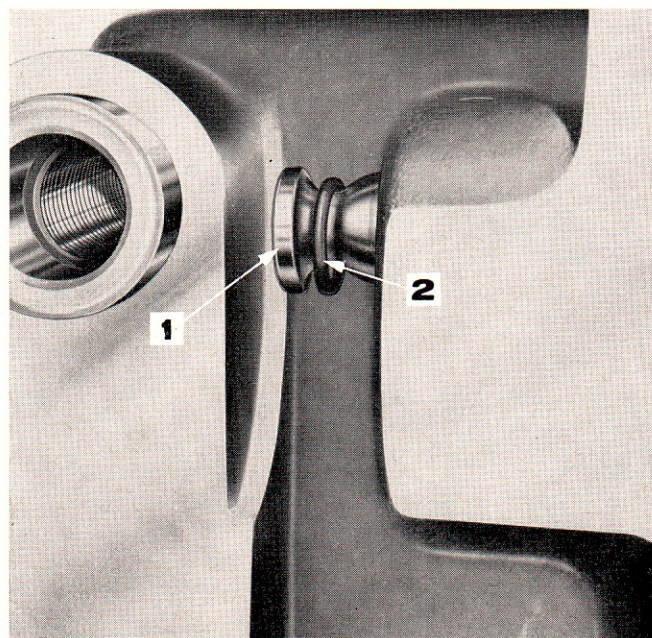

Figure 67: Dépose du tiroir sélecteur
9. Le tiroir sélecteur est maintenu par un ressort et une bille. La bille prend position en l'une des deux gorges pratiquées à l'extrémité du clapet pour verrouiller le tiroir en position "ouvert" ou "fermé". Le petit rayon usiné à l'extrémité du tiroir empêche d'extraire celui-ci du cylindre. Pour extraire le tiroir, enfoncer le tiroir à fond et poser un joint torique de calibre approprié dans la gorge usinée à l'extrémité du tiroir. Quand on tire le tiroir vers l'extérieur, le joint torique aide la bille à franchir le petit rayon (Figure 67). Aussitôt le tiroir déposé, extraire le joint torique.